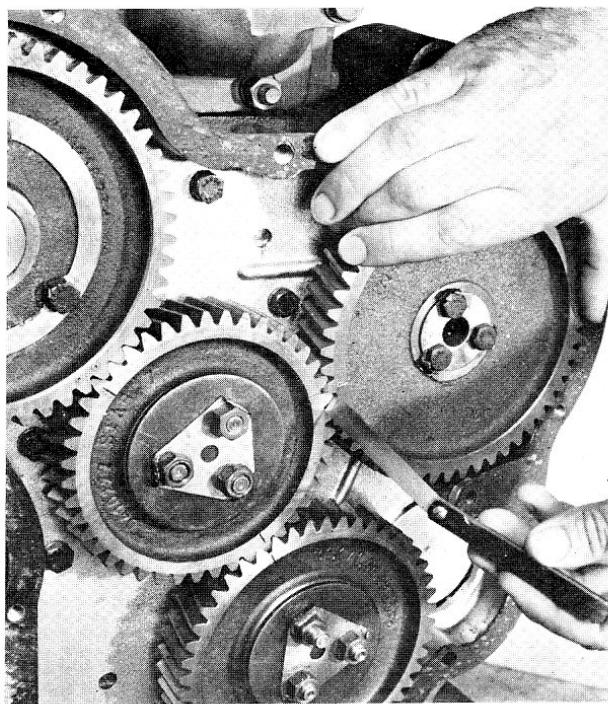

Fig. 7
- 5° Vérifier le jeu entre dents des pignons de la distribution ; il doit être compris entre 0,07 et 0,15 mm (fig. 7).